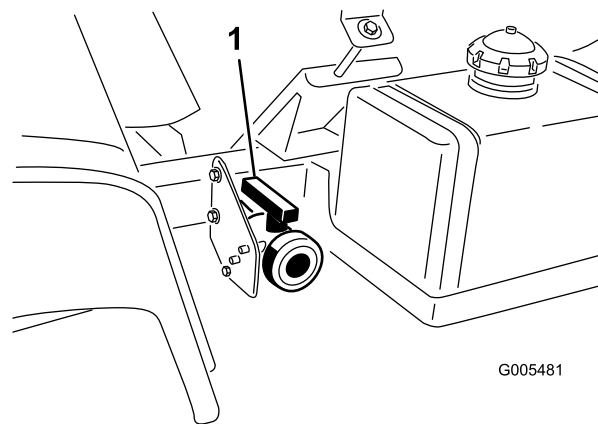

Figura 27
2. Localice la válvula de vaciado del depósito situada en el lado izquierdo de la máquina (Figura 27). Esta válvula está situada en el bastidor en la parte delantera del depósito de combustible.